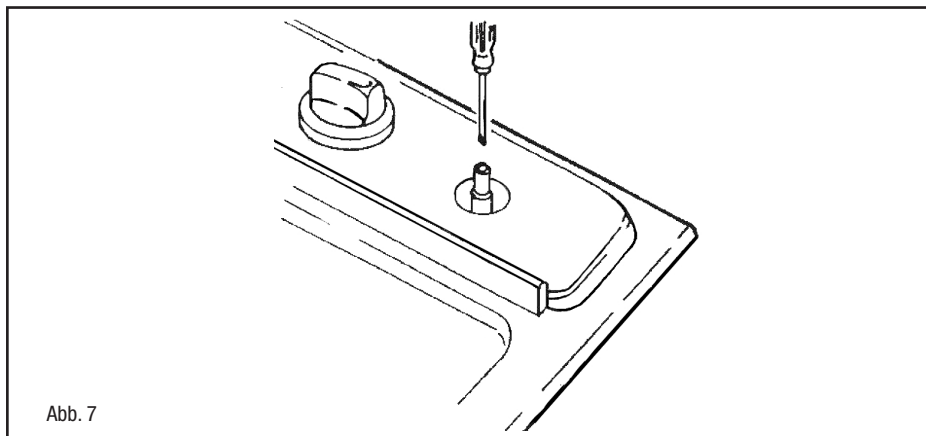

Abb. 7
- bei der Einstellung des Mindestwertes, den Hahnhebel auf das Minimum drehen und die Einstellschraube am Hahn mit entsprechendem Schraubenzieher drehen (s. Abb. 7). Bei Betrieb mit Flüssiggas (Butan- /Propangas) Einstellschraube fest anziehen.